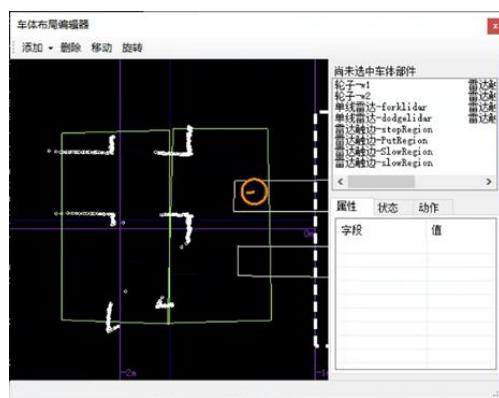

图 5.4-1
- 将货叉高度调整到激光雷达能看到待检测固定参照物的高度。打开“车辆配置”标签页的“车体布局编辑器”页面，若发现点云残缺的情况，请检查叉尖雷达的安装是否歪斜，或者货叉是否没有下降到下限位，或者将托盘稍微远离叉车。点云完整后进入下一步。图 5.4-1 情况即为常见三腿托盘点云残缺的情况。